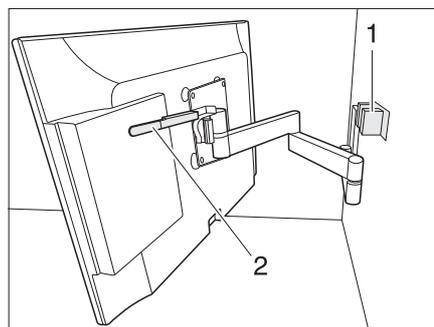

Bild 62 Halterung mit Gelenkarm
- Hebel (Bild 62,2) nach unten drücken um Flachbildschirm aus Arretierung (Bild 62,1) zu lösen. Hebel loslassen.